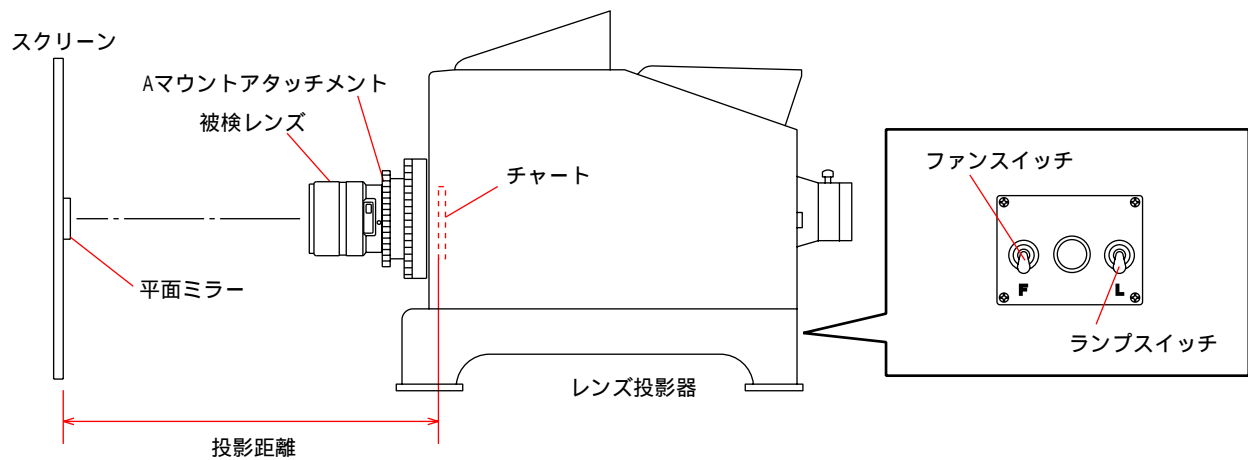

Fig.4-4-2
- 2) 被検レンズをレンズ投影器に取り付け、使用機器を Fig.4-4-2 のように設定する。